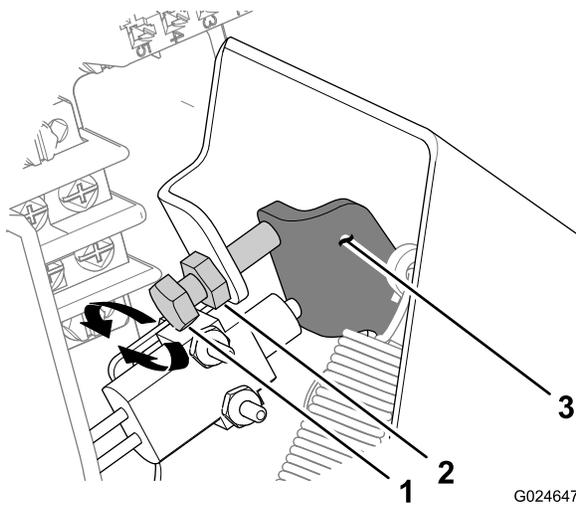

Bild 89
- A. Lösen Sie die Klemmmutter, mit der der Gaspedalanschlag befestigt ist (**Bild 89**).
- Zum Erhöhen des Pedalspiels nach rechts (**Bild 89**).
- Zum Verringern des Pedalspiels nach links (**Bild 89**).
- C. Ziehen Sie die Klemmmutter an (Bild 89).
- D. Wiederholen Sie die Schritte 1 bis 4, um das Pedalspiel zu messen (Bild 89).